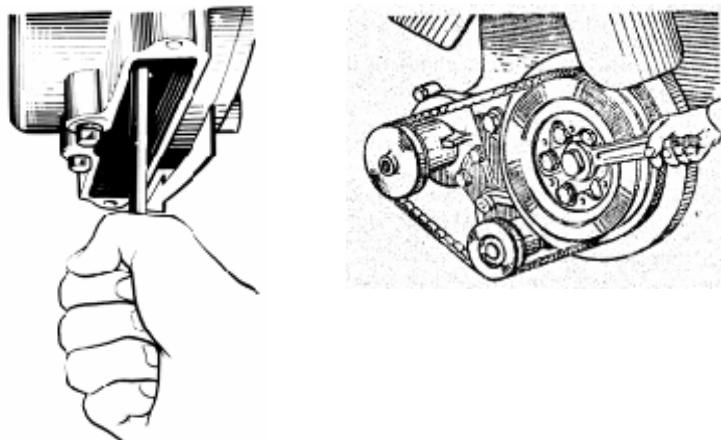

Рис. 55. Проворачивание коленчатого вала
- 4 Проворачивая коленчатый вал по часовой стрелке (при виде со стороны вентилятора) спереди ключом за болт крепления шкива или сзади воротком за маховик через люк в нижней части картера маховика, используя отверстия в маховике (рис. 55), установить момент, когда выпускной клапан первого цилиндра полностью поднимется (то есть закроется). Продолжая вращать коленчатый вал, повернуть его еще примерно на 1/3 оборота ( $\approx 120^\circ$ ). Это положение коленчатого вала соответствует такту сжатия в первом цилиндре и оба клапана этого цилиндра будут закрыты.
(рис. 55) при снятой крышке люка картера маховика.